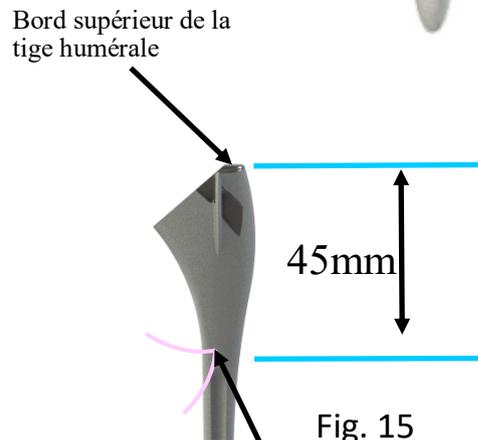

Fig. 15
- Afin de positionner la tige humérale à sa juste hauteur on pourra se repérer par rapport au bord interne de la diaphyse humérale, en fonction de la partie du calcar restante et en prenant soin de respecter la planification préopératoire. On peut aussi utiliser le critère de Murachovski (Fig. 15 et 16).